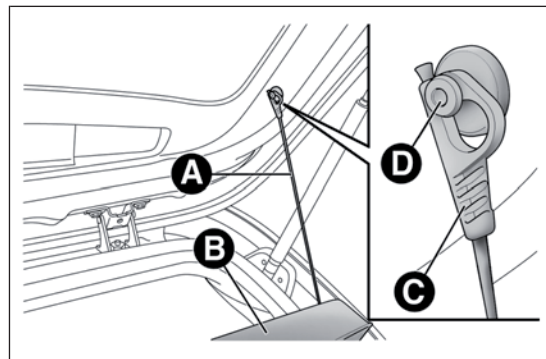

РИС. 64
- освободите оконечности двух опорных растяжек А РИС. 64 задней полки В и снимите проушины С с опорных штырей;